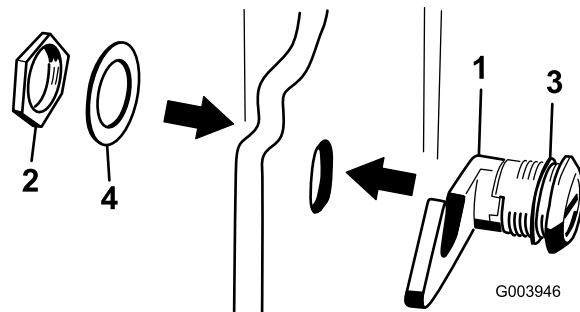

Figura 6
3. Retire a porca do trinco do capot (Figura 6).
4. No lado de fora do capot, insira a extremidade do gancho do trinco através do orifício no capot e certifique-se de que a anilha com vedante de borracha fica do lado de fora do capot (Figura 6).